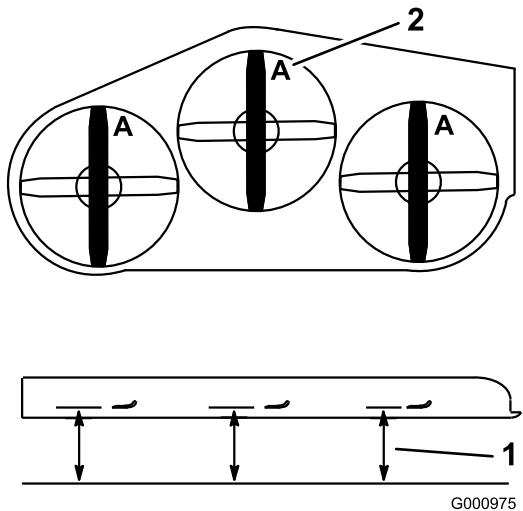

Figure 77
- Tournez les lames dans le sens longitudinal (Figure 77). Mesurez la distance entre la surface plane et le tranchant (position A) des lames (Figure 77). Notez cette valeur.